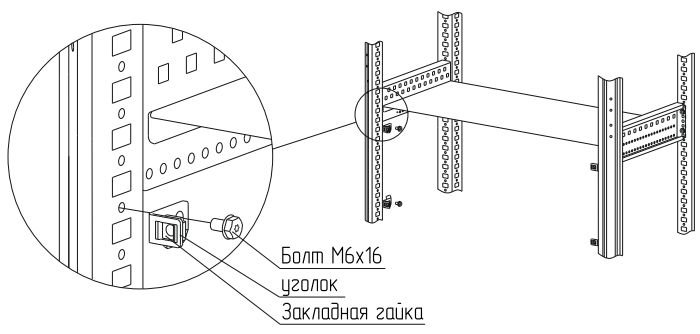

Рисунок 47
4.25.2 В уголки установите закладные гайки и закрепите на стойки каркаса в места, соответствующие высоте и отверстиям фальш-панели внешней (рисунок 47). болтами М6×16, момент затяжки – 7 Н·м.